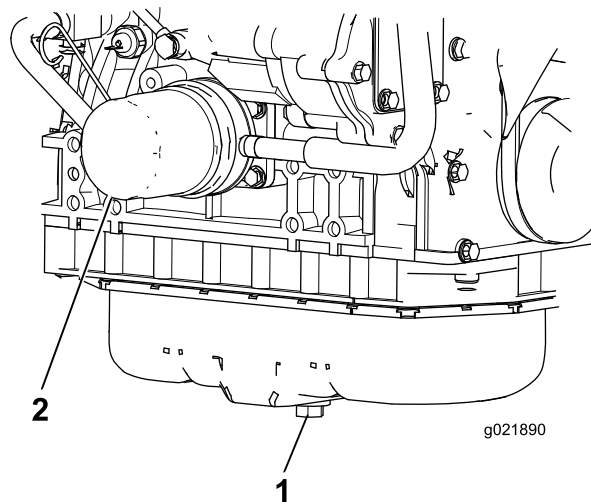

Figura 83
1. Retire o tampão de escoamento e deixe o óleo escorrer para um recipiente adequado (Figura 83).
3. Retire o filtro do óleo (Figura 83).